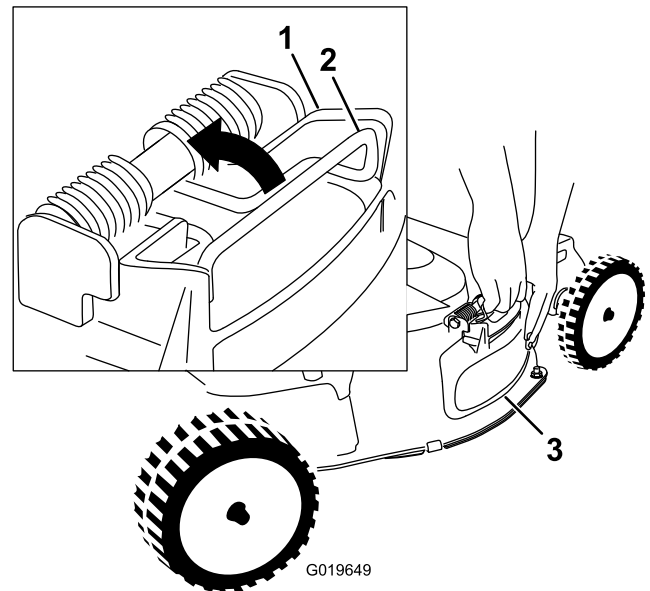

Bild 25
4. Ziehen Sie zum Entfernen der Seitenauswurfklappe die Feder nach oben, mit der die Klappe befestigt ist, und nehmen Sie die Klappe ab (Bild 25).